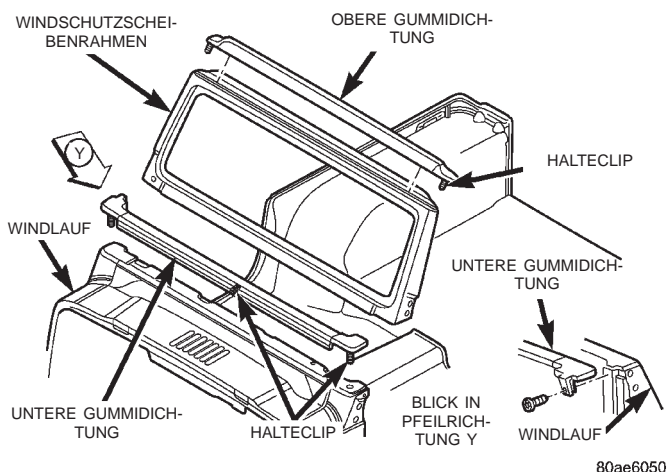

Abb. 8 Gummidichtung des Windschutzscheibenrahmens
(2) Gummidichtung auf dem Windschutzscheibenrahmen ansetzen, die Halteclips ausrichten und an den korrekten Stellen einrasten (Abb. 8).
(3) Schutzschicht unten von der Gummidichtung abziehen.
(4) Mit festem Druck der Hand die Klebeschicht auf die Kontaktfläche aufdrücken.
(1) Lage der Wischerarme markieren und Wischerarme abbauen.
(2) Dach vom Windschutzscheibenrahmen lösen.
(3) Windlaufgrill abbauen.
(4) Die Torx-Schrauben an beiden Seiten des Windschutzscheibenrahmens lösen. Dann den Scheibenrahmen ganz nach vorn umklappen.
(5) Die äußeren Halteclips oben am Windlauf ausrasten und die Befestigungsschrauben lösen, mit denen die Gummidichtung an den A-Säulen befestigt ist (Abb. 8).
(6) Halteclips in der Mitte des Windlaufs ausrasten.
(7) Gummidichtung vom Windlauf abziehen.